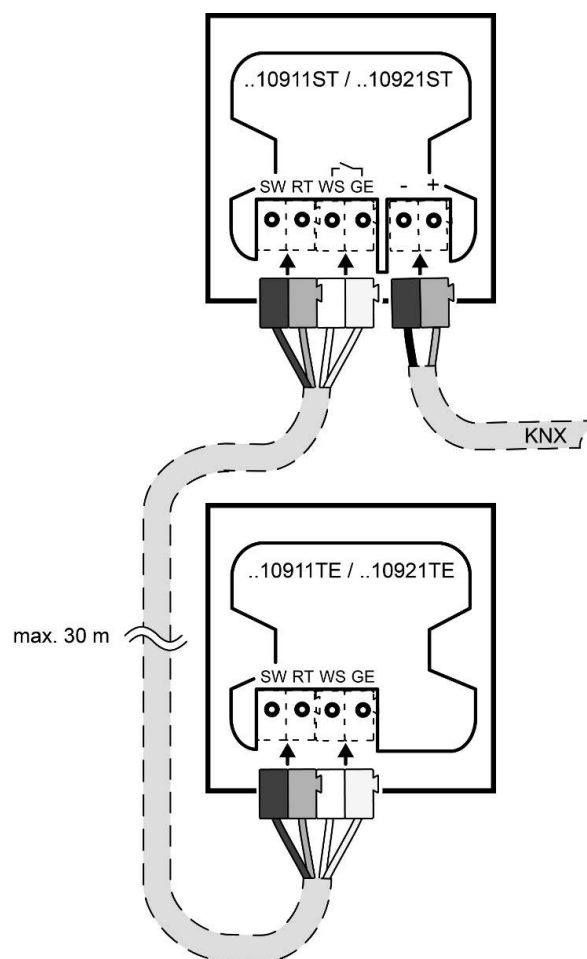

Bild 4: Taster Erweiterung anschließen
- Optional: Taster Erweiterung (siehe Zubehör) an Verbindungsklemme anschließen (siehe Bild 4).
Taster Erweiterung anschließen (siehe Bild 4)